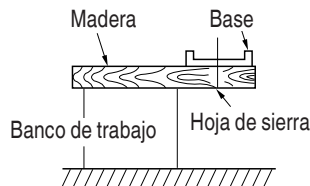

Fig. 15
6. Prepare un banco de trabajo de madera (Fig. 15). Como la hoja de sierra sobresaldrá de la superficie inferior de la madera de trabajo, coloque ésta sobre un banco de trabajo para cortarla. Si, como banco de trabajo, utiliza un madero cuadrangular, tenga en cuenta el nivel del suelo para asegurar que quede adecuadamente estabilizado. Un banco de trabajo inestable resultaría en una operación peligrosa.